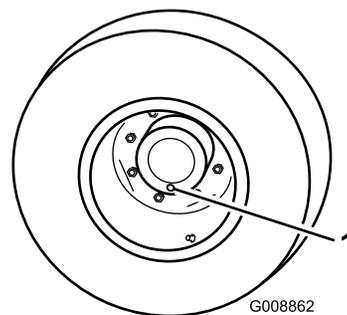

Figura 91
1. Con la macchina parcheggiata su una superficie piana, posizionate la ruota in modo che un tappo di controllo si trovi nella posizione inferiore (ore 6) (Figura 91).